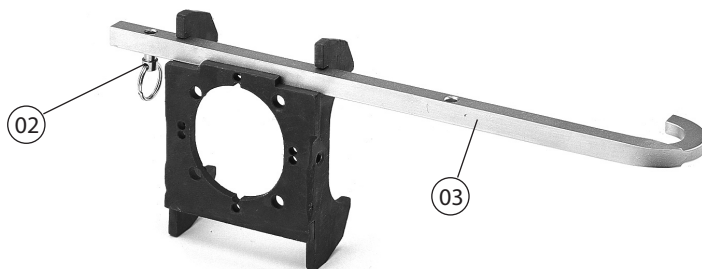

FIG. 21
- 12.1.2) Introducir la escuadra-guía de posicionamiento SPA... (03) correspondiente al raíl a perforar en el alojamiento correspondiente (ver Fig. 21).